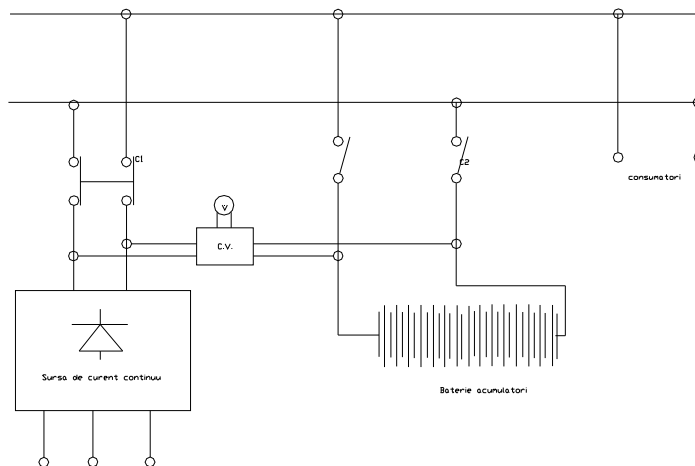

Fig. 13.7.
4.2. Functionarea in regim de incarcare permanenta, fig.13.7.
4.3. Functionarea in regim tampon (fig.13.7). In acest regim functioneaza cu C2 inchis. Daca sarcina este mai mare decat curentul furnizat de sursa de curent continuu, bateria intervine si completeaza necesarul de sarcina. In restul timpului bateria se incarca de la sursa de curent continuu.